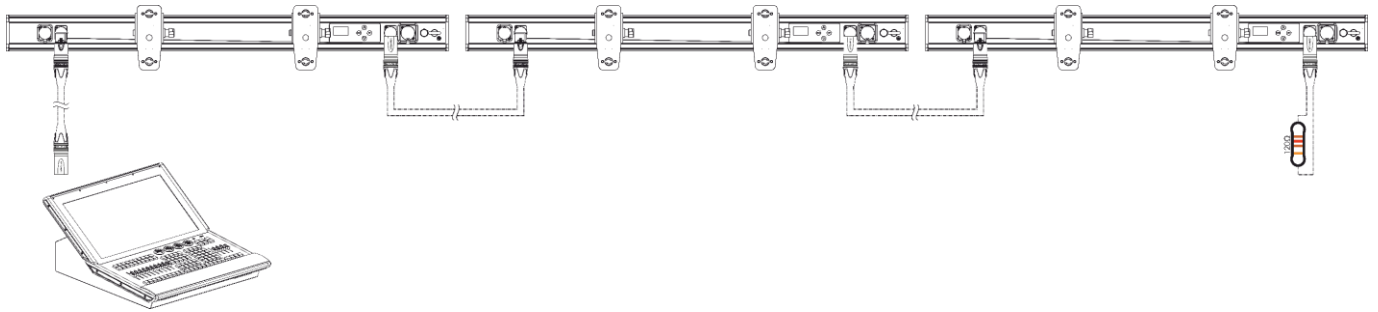

Fig. 09
- 03) Ripetere il passo 2 per collegare tutti i dispositivi in una catena a margherita, come illustrato nella Fig. 09.